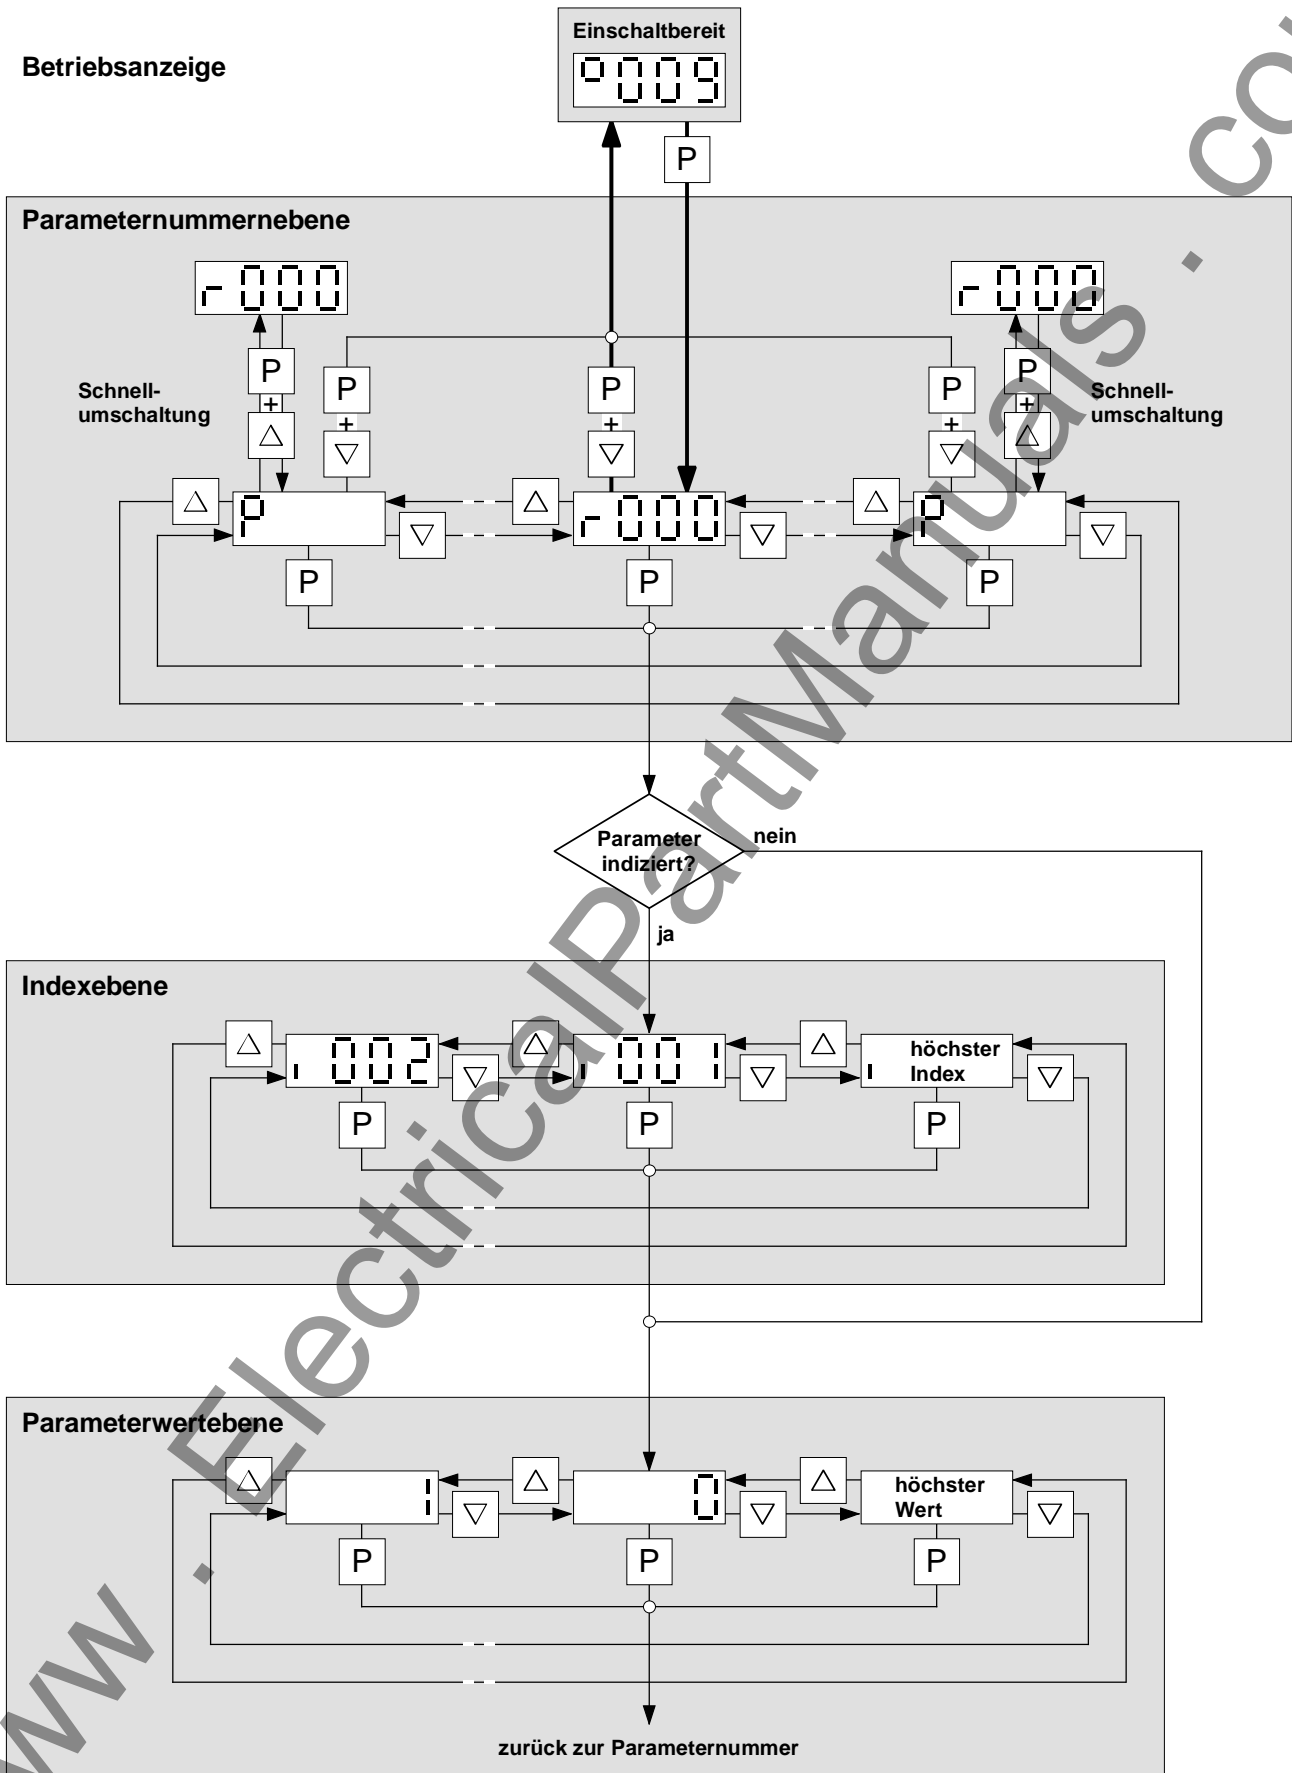
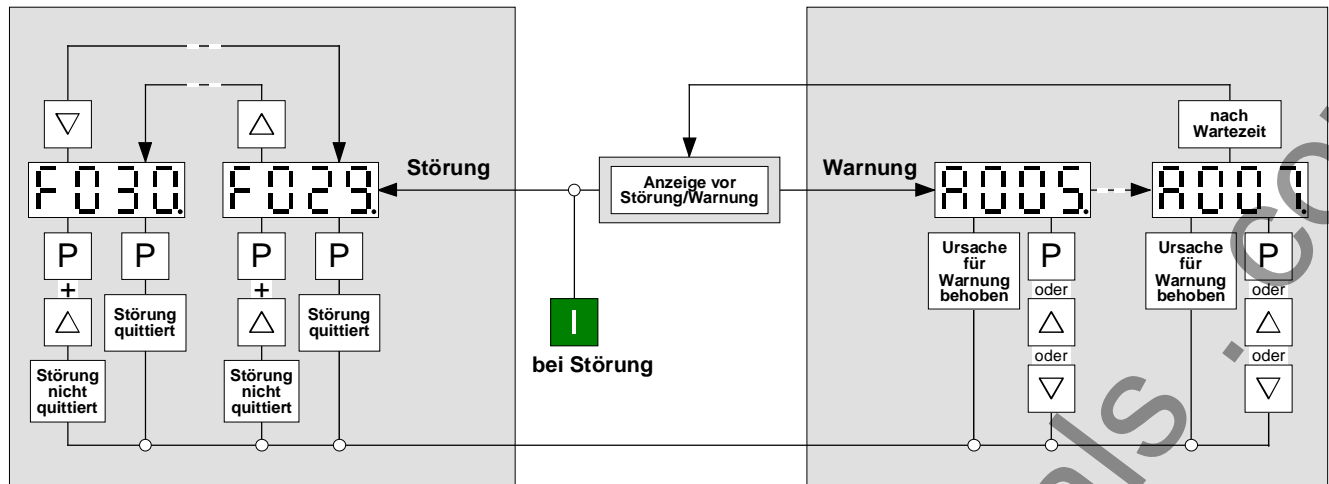

Bild 6.2 Struktur der Bedienung mit der PMU
Bild 6.3 Bedienstruktur der PMU bei Warnungen und Störungen
1) Umschaltung zwischen Parameternummern-, Index- und Parameterwertebene (siehe Bild 6.2), wobei der Befehl erst bei Loslassen der Taste wirksam wird 2) Quittierung der aktuellen Störmeldung (siehe Bild 6.3) 3) Zusammen mit den Tasten <Höher> und <Tiefer> sind weitere Funktionen möglich (siehe Bild 6.2 und 6.3), wobei zuerst <P> und dann die andere Taste dazu gedrückt wird. Dieser Befehl wird mit Drücken der anderen Taste wirksam.
Entsprechend Kapitel 6.3 (Bild 6.2 bzw. 6.3) kann von einer Anzeigeebene auf eine andere umgeschaltet werden.
Beim Auftreten einer Störung oder Warnung wird diese sowohl auf der PMU als auch am optionalen OP1S angezeigt (siehe auch Kapitel 6.3, Bild 6.3). Eine Warnung verschwindet mit Weggehen der Ursache automatisch von der Anzeige. Eine Störmeldung muss nach Beseitigung der Ursache, durch Drücken der P-Taste an der PMU bzw. Reset-Taste am OP1S quittiert werden, um wieder in einen normalen Betriebszustand zurückzukehren.